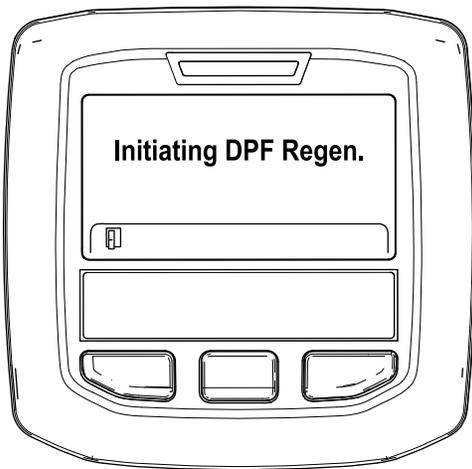

Рисунок 48
- A. Появится сообщение «Initiating DPF Regen.» («Начало регенерации DPF») (Рисунок 48).